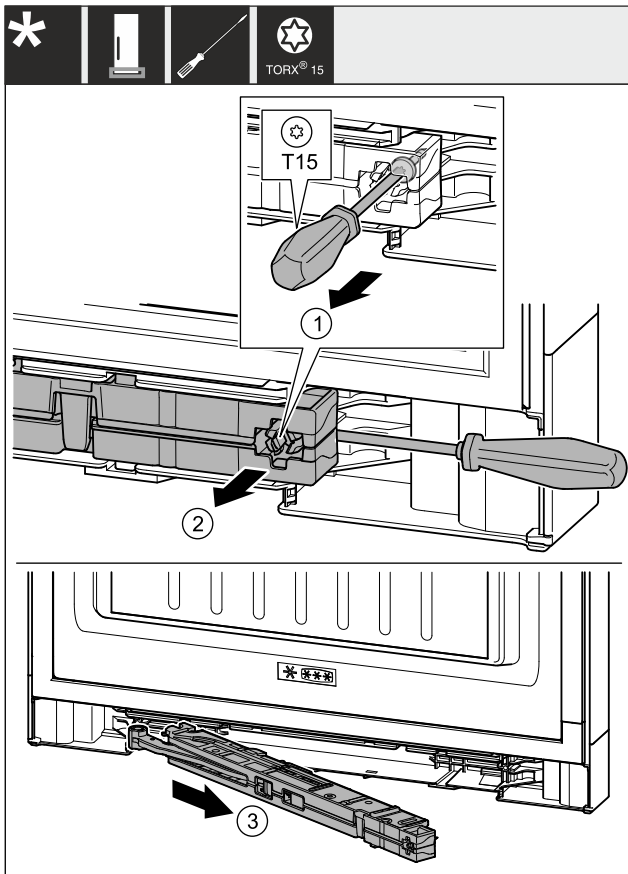

Fig. 7
- ▶ Odvijačem T15 otpustite vijak na jedinici prigušivača zatvaranja oko 14 mm. Fig. 7 (1)
- ▶ Odvijač gurnite na strani prijanjanja iza jedinice prigušivača zatvaranja. Okrenite jedinicu prema naprijed. Fig. 7 (2)
- ▶ Izvucite jedinicu. Fig. 7 (3)